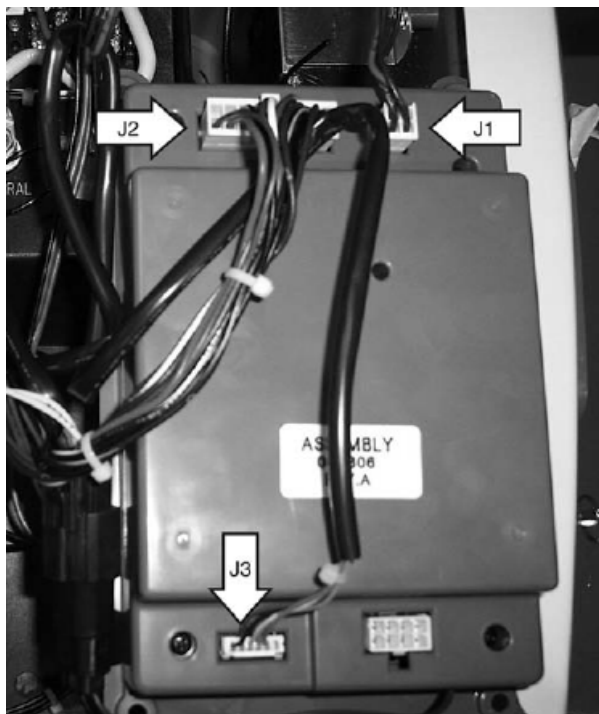

Рисунок 4.
- c. Из порта J3 вытащить жгут проводов шагового двигателя. Смотреть рисунок 4.